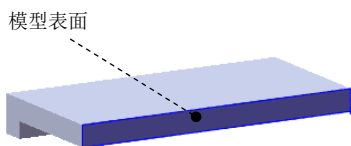
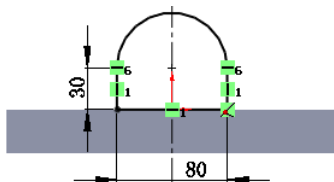

图 3.1.23 选取草绘平面
图 3.1.24 横断面草图
Step2. 创建横断面草图。选取图 3.1.23 所示的模型表面作为草绘基准面, 进入草绘环境; 绘制图 3.1.24 所示的横断面草图的大体轮廓, 建立图 3.1.24 所示的对称和相切约束, 标注图 3.1.24 所示的两个位置的尺寸, 将尺寸修改为设计要求的尺寸。完成草图绘制后, 选择下拉菜单 **插入(I)** → **退出草图** 命令, 退出草绘环境。